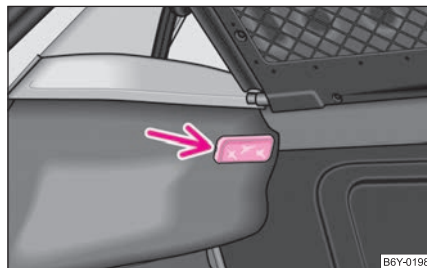

Fig. 182 Déposer l'éclairage du coffre à bagages
- Introduisez un tournevis dans la fente à côté de la lampe ⇒ fig. 182. Débloquer prudemment l'éclairage.